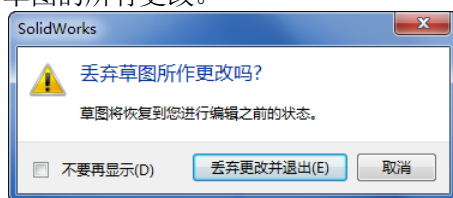

图 2-4 确认丢失草图
(7) 如果要放弃对草图的更改，单击删除草图图标，在弹出的图 2-4 所示确认对话框中单击“确定”按钮，放弃对草图的所有更改。